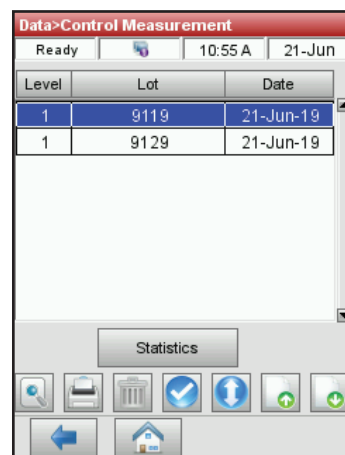

Figure 10. Écran Données > Mesure de contrôle
3. Dans l’écran Données > Mesure de contrôle (Figure 10), sélectionnez l’analyse (située à gauche) à examiner.
4. Appuyez sur le bouton approprié à droite (Figure 10) :